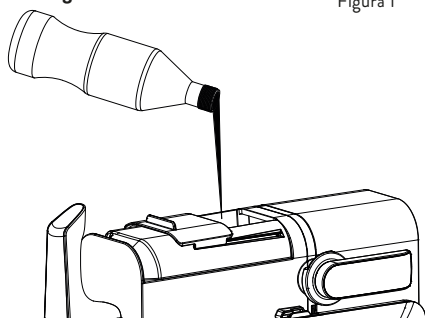
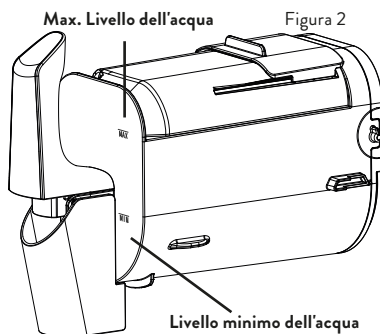

Figura 1
Figura 2
1. Verificare che il contenitore di miscelazione sia installato correttamente. Aprire il coperchio e versare lentamente il liquido desiderato (**Figura 1**). Il livello di riempimento deve essere tra i segni Min. e Max. (**Figura 2**).